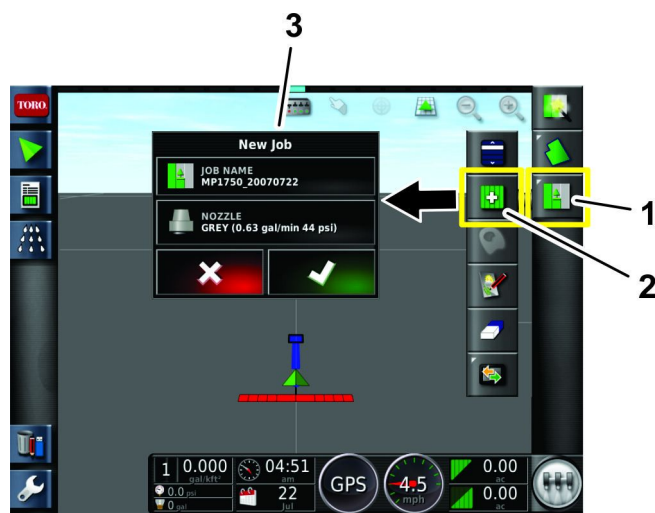

Figura 44
5. Premete l'icona del Menu dell'attività nell'angolo in alto a destra della schermata (Figura 44).
6. Inserite un nuovo nome per l'attività o lasciate l'indicazione di data e ora predefinita (Figura 44).